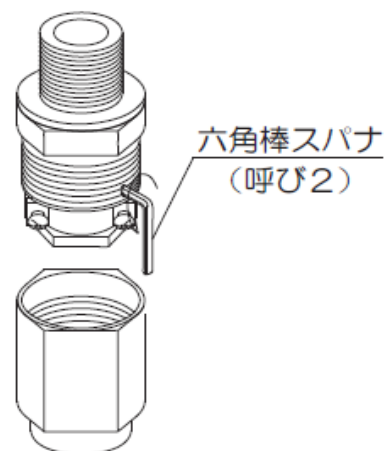

図3
- II. ニップルからナット (リング)、グランド、スリップリング、パッキンを順に外してください。なお、グランドは、グランドの緩み止め用止めねじを六角棒スパナ (呼び2) で緩めてから取り外してください。(図3)